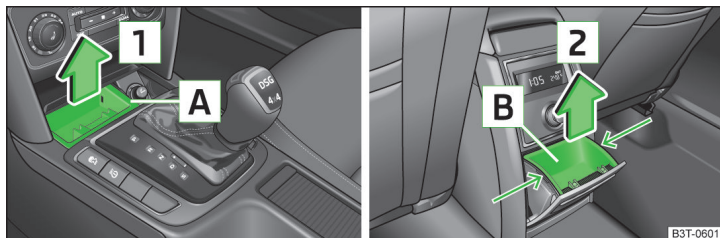

Fig. 86 Console centrale : cendriers avant/arrière
- Attraper le boîtier du cendrier au niveau de **A** » fig. 86 et le sortir dans le sens de la flèche **1**.
- Attraper le boîtier du cendrier **B** » fig. 86 au niveau de la zone désignée par les flèches et le faire sortir dans le sens de la flèche **2**.